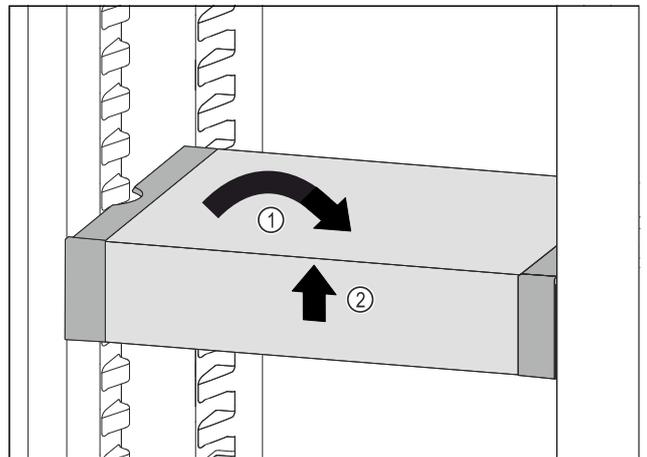

Fig. 80
- ▶ Coloque el VarioSafe en posición recta. Fig. 80 (1)
- ▶ Levante el VarioSafe por delante. Fig. 80 (2)